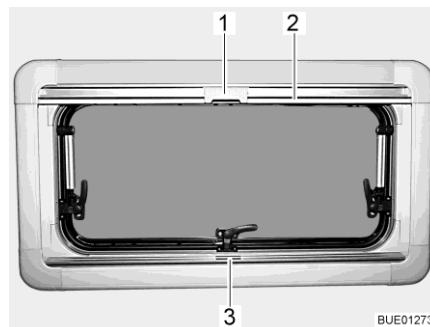

Fig. 78 Finestra apribile
- Afferrare la tendina oscurante pieghevole per la parte centrale della barra di presa (Fig. 78,3), tirarla dal basso verso l'alto e rilasciarla nella posizione desiderata. La tendina oscurante pieghevole rimane in questa posizione.
- Tirare la zanzariera a rullo accompagnandola con la barra di presa (Fig. 78,2) verso il basso, fino a quando la barra di presa non arriva a contatto con la tendina oscurante pieghevole (Fig. 78,3).
- Bloccare l'aggancio (Fig. 78,1) della zanzariera a rullo nella barra di presa della tendina oscurante pieghevole.
- Premere in alto all'indietro l'aggancio (Fig. 78,1) sulla zanzariera a rullo.
- Ricodurre lentamente la zanzariera a rullo accompagnandola con la barra di presa (Fig. 78,2).